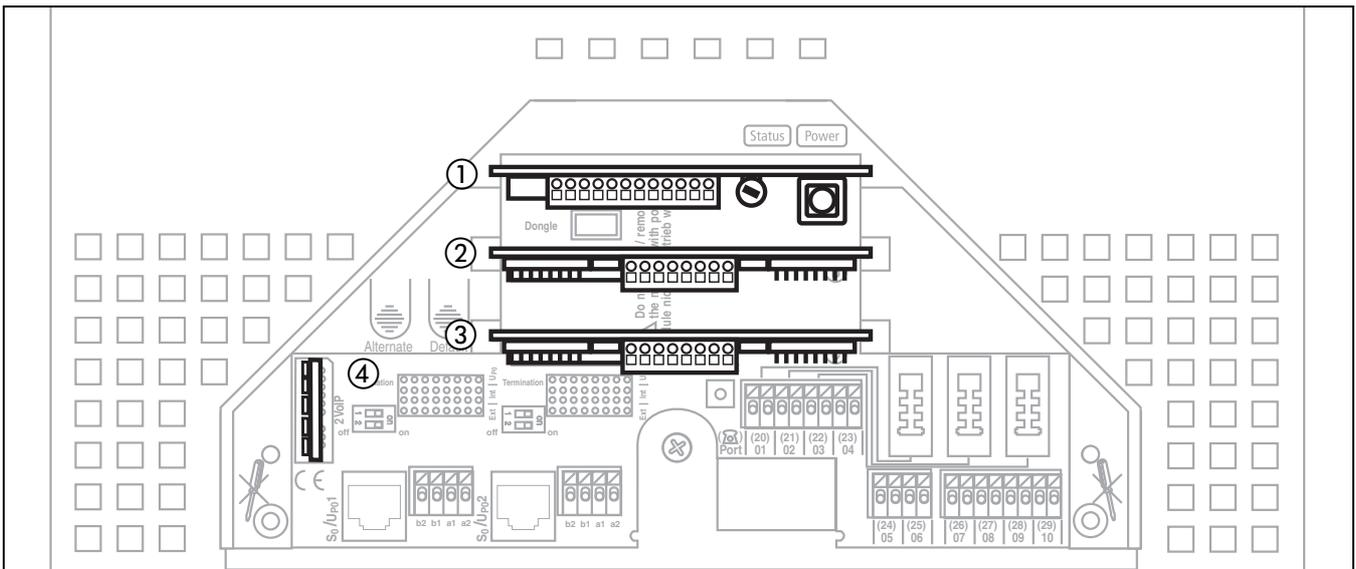

Abb. 11: Steckplätze auf der Basisplatte
1. Führen Sie das Modul zwischen den beiden Platinenführungen ein. Siehe Abb. 11 auf Seite 21.